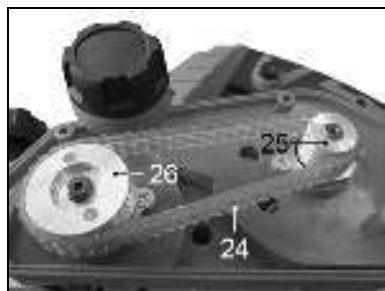

Рисунок 9.
9.3. Замена приводного ремня (Рис. 9)